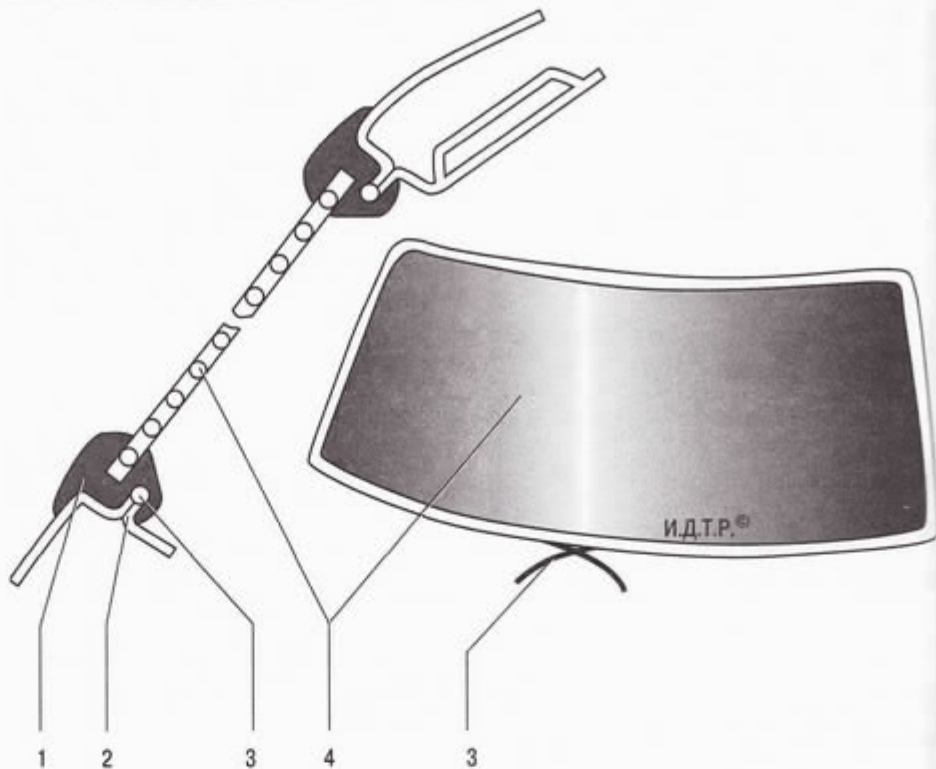

Рис. 11.10. Установка ветрового стекла: 1 – уплотнитель стекла; 2 – фланец проема ветрового стекла; 3 – шнур; 4 – стекло
4. Заложите в свободный паз уплотнителя 1 (рис. 11.10) шнур, концы которого выведите в середину нижней полки уплотнителя.